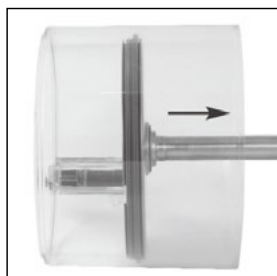

Abbildung 4
5. Entfernen Sie den Gummiring (s. Abbildung 3). Klopfen Sie den Sockel anschließend in der gezeigten Richtung vorsichtig heraus (s. Abbildung 4).